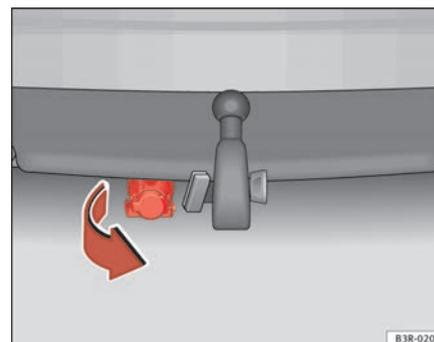

Fig. 155 Pare-chocs arrière : basculez la prise vers le bas. ►
- Pour raccorder les câbles électriques de la remorque, basculez vers le bas la prise située sous le pare-chocs ⇒ page 203, fig. 155.